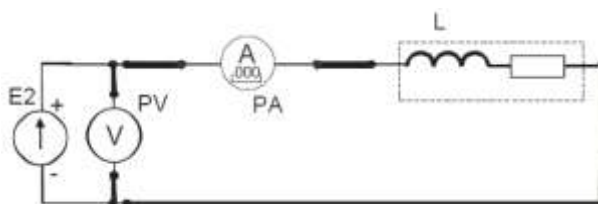

Рисунок 9 – Цепь постоянного тока с катушкой индуктивности
5. Определить величину активного сопротивления катушки методом амперметра и вольтметра. Для этого подключить её к источнику постоянного напряжения E2 (рис. 9).